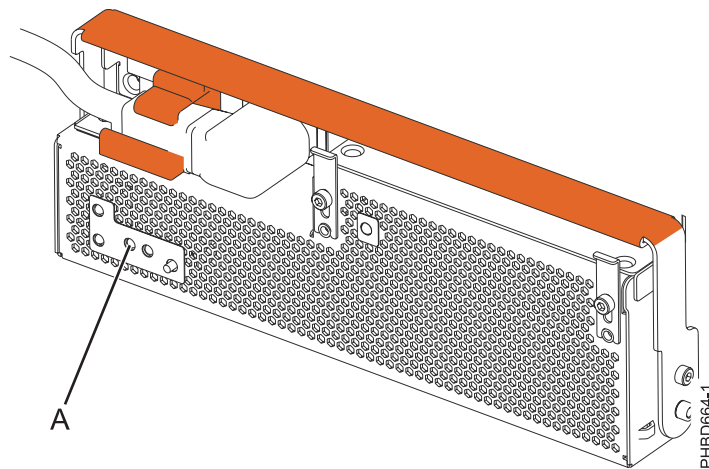

Figure 10. Voyant d'identification d'incident de l'unité remplaçable sur site
4. A l'avant de l'unité d'extension, identifiez l'alimentation électrique à remplacer. Pour identifier l'alimentation électrique, notez la présence du voyant d'identification d'incident orange de l'unité remplaçable sur site (**A**) comme illustré à la figure 10. Un voyant allumé (fixe ou clignotant) indique l'alimentation électrique défaillante.